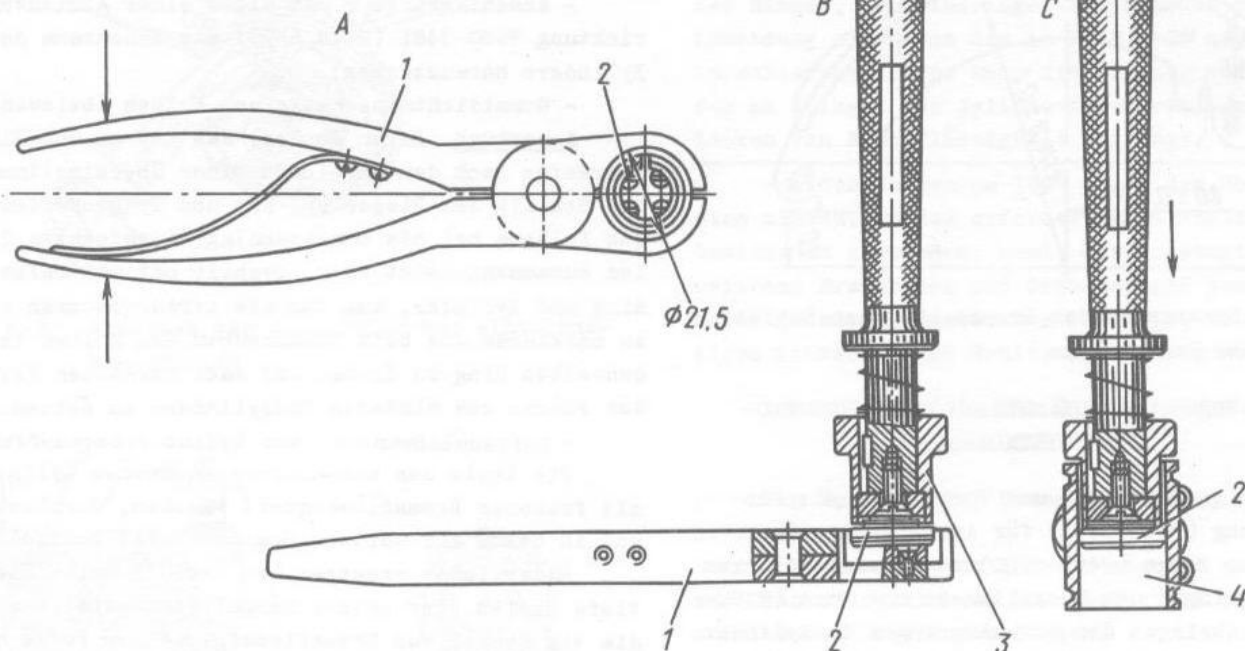

Bild 6-27. Einsetzen des Tragringes der automatischen Einrichtung in Radbremszylinder:
Zur Beachtung! Jedes überflüssiges Verstellen des Ringes, ein Eindringen von Schmutz oder eine Anwendung eines von dem in Bild 6-27 angegebenen verschiedenen Dorns kann die Bildung von Längsrissen am Spiegel des Zylinders verursachen, was zum Lecken von Bremsflüssigkeit beiträgt.
5. Anschlagring von Kolben abziehen, in Zange 1 (Bild 6-27) festdrücken und in Dorn 3 zum Einsetzen des Ringes in Zylinder einbringen.